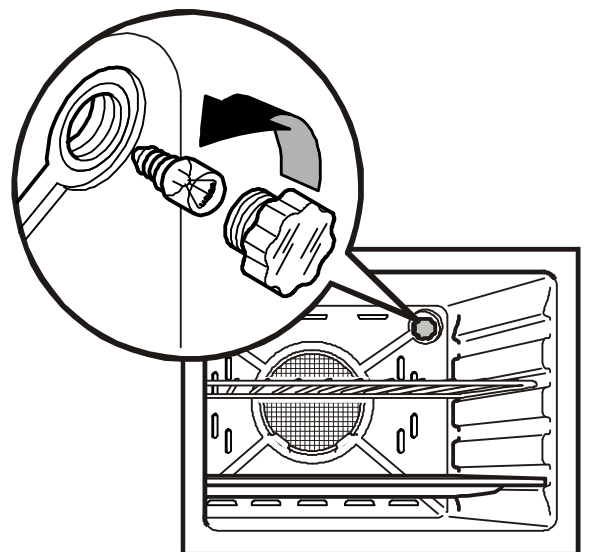

Abb. 9
- Die Schutzabdeckung aus Glas herausdrehen (Abb. 9).